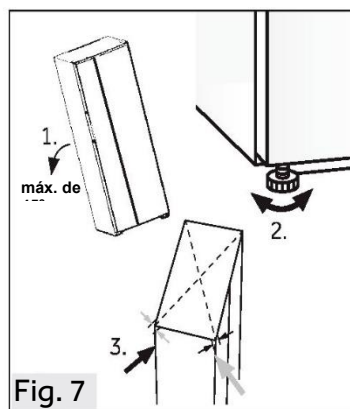

Fig. 7
1. Incline o aparelho ligeiramente para trás (Fig. 7).